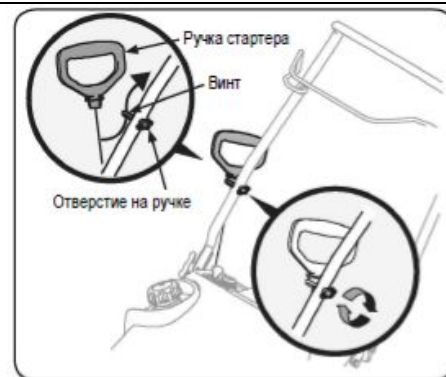

Рис. 6
2. Поместите болт с проушиной и гайку в верхней части ручки, как показано на Рис. 6. Полностью не затягивайте до конца выполнения инструкций данного раздела.
4. Заведите шнур стартера за проушину с внешней стороны снегоуборщика. См. Рис. 6.